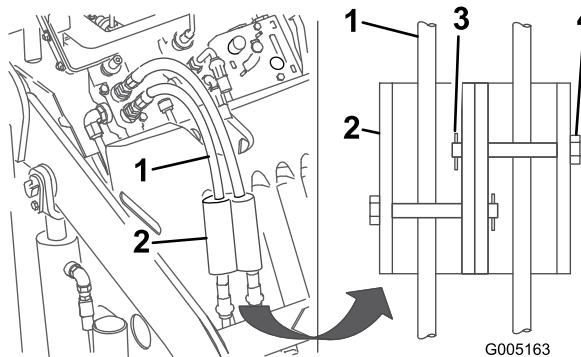

Рисунок 16
- Поместите замки гидроцилиндров на шланги и закрепите их шплинтуемыми штифтами и шплинтами (Рисунок 16).